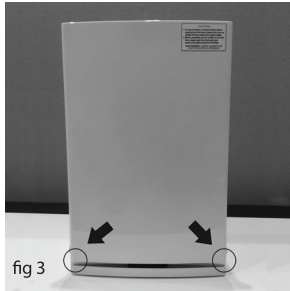

fig 3
- 前面パネルを開き、下部パネルにおける側面つまみで手前に引き、上に持ち上げます。(図3)